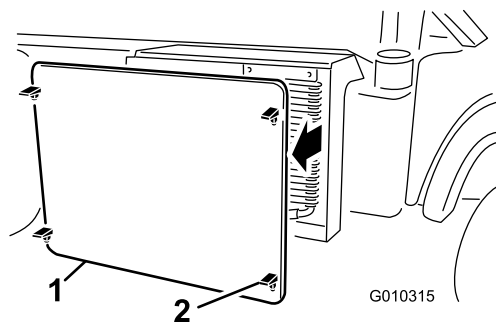

Figura 61
2. Desengate e retire o filtro do radiador da frente do radiador (Figura 61).